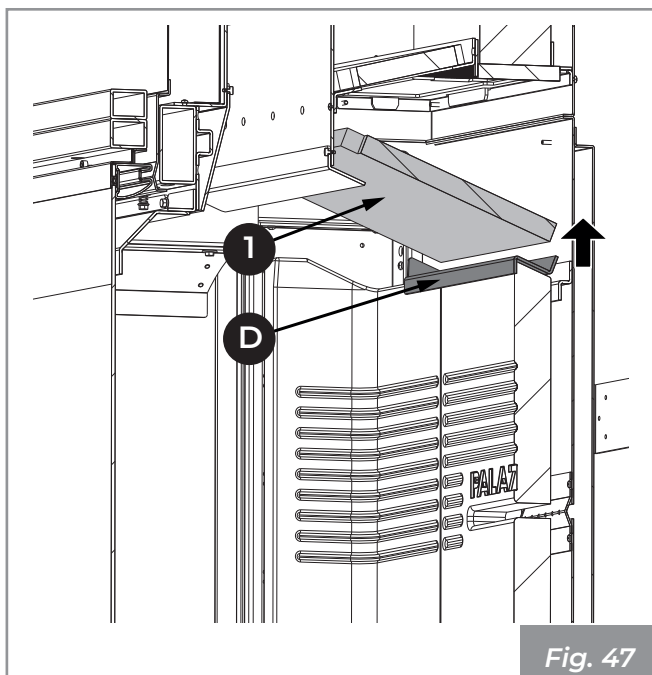

Fig. 47
- 4) Soulever et extraire dans l'ordre les panneaux (1) et la plaque du support des réfractaires (D) (Fig. 47)